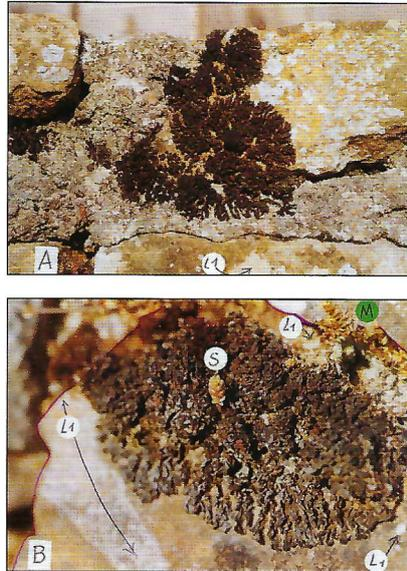

Fig. 1 - Colonisation d'un mur calcaire en Clunyois par un cyanolichen, le Collema :
- Peltigéracés sciaphiles dont la croissance radiaire annuelle (3) est forte, entre 18 et 27 mm.an-1.
- Collématacées héliophiles (fig. 1, 2, 3) de type **Collema** ou **Leptogium**.
**2 -** Le modèle chlorolichén à croissance très lente (3) du groupement crustacé saxicole (1) des Rhizocarpetalia (KLEM 1947) que l'on trouve sur les roches silicatées telles que les granites et basaltes aussi bien que sur les toits en tuiles.
On trouve dans la famille des Collématacées des formes rappelant par leur Photobionte (Φ) les Nostocs libres. La fig. 1 montre la succession des végétaux colonisateurs des murs calcaires :